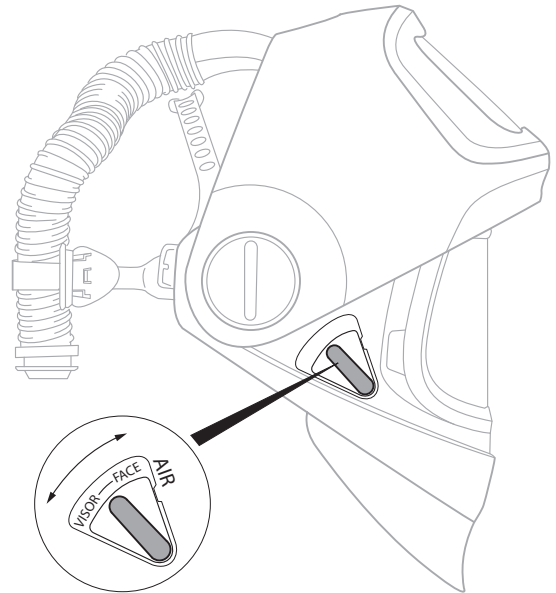

Fig. 8b
- Pour orienter le débit d'air vers la visière ou le visage de l'utilisateur, avec le débit d'air provenant du haut (UP) du masque de soudeur, repérer le levier VISOR – FACE (VISIÈRE – VISAGE) sur le côté droit du masque de soudeur. Ajuster celui-ci dans la position désirée pour le débit d'air entrant (fig. 8b et 8d). L'ajustement active un déflecteur situé dans la partie supérieure du masque de soudeur qui dirige l'air vers la visière ou le visage de l'utilisateur.